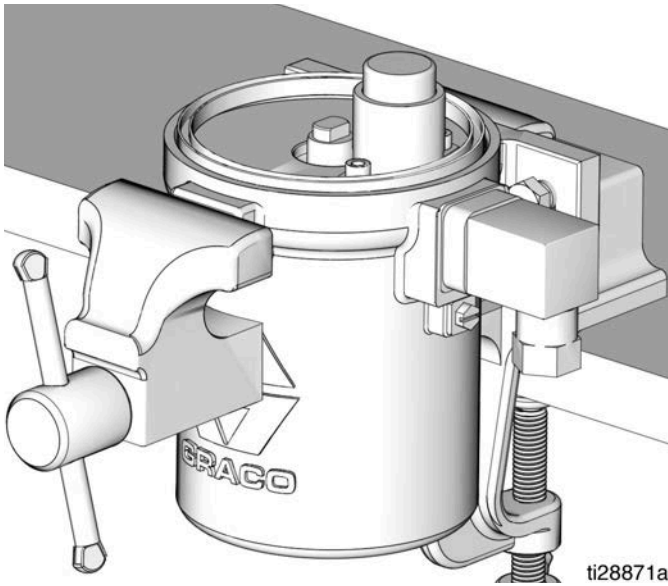

图 36
12. 重新将气动马达气缸放置在老虎钳中，接近气动马达气缸的顶部，如图 36 所示。